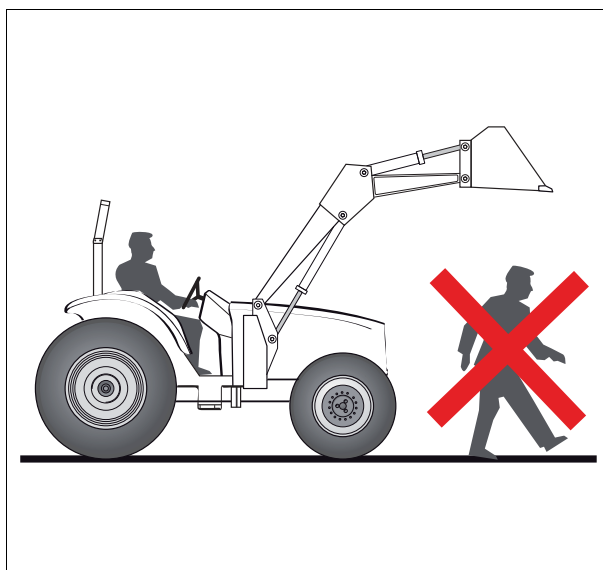

Fig. 2.
- No deje que nadie se coloque o pase por delante, debajo o detrás de un implemento fig. 2.